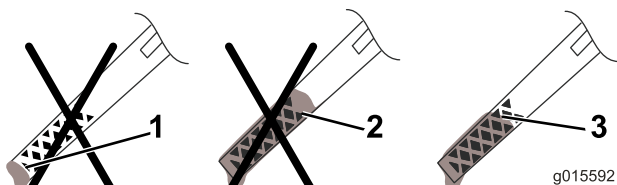

Bild 28
13. Nehmen Sie den Peilstab heraus und lesen Sie den Ölstand ab (Bild 28).